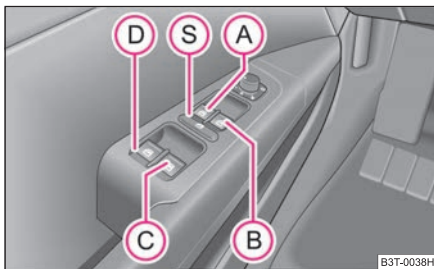
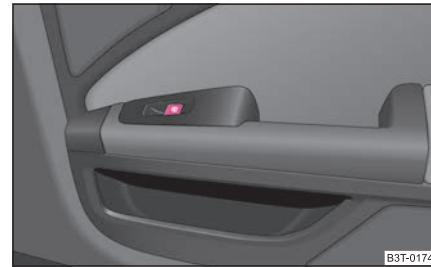

Abb. 36 Tasten in der Fahrertür
Abb. 37 Einbaulage des Schalters in der hinteren Tür
Die Schalter für die einzelnen Fenster befinden sich in der Armlehne des Fahrers ⇒ Abb. 36, des Beifahrers und in den hinteren Türen ⇒ Seite 49, Abb. 37
Sie können durch Drücken des Sicherheitsschalters Ⓔ ⇒ Abb. 36 die Schalter der Fensterheber in den hinteren Türen außer Funktion setzen. Durch wiederholtes Drücken des Sicherheitsschalters Ⓔ sind die Tasten der Fensterheber in den hinteren Türen wieder in Funktion. ▶
- Werden auf den Rücksitzen Kinder befördert, wird empfohlen, die elektrischen Fensterheber der hinteren Türen außer Funktion zu setzen (Sicherheitsschalter)  ⇒ Seite 48, Abb. 36.